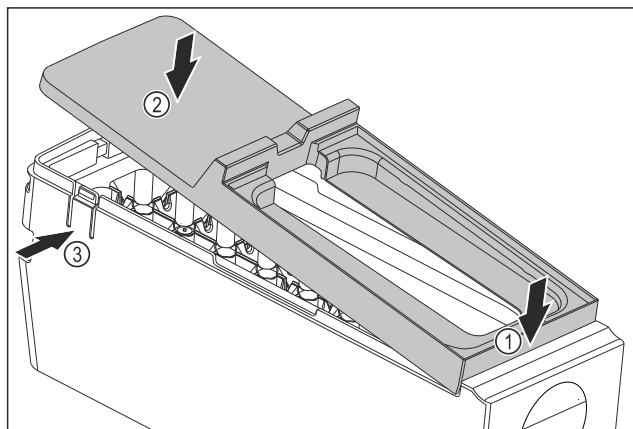

Fig. 92
- ▶ Montaż osłony korpusu EasyTwist-Ice: Osłonę założyć od przodu. Fig. 92 (1)
- ▶ Opuścić osłonę z tyłu. Fig. 92 (2)
- ▷ Osłona zatrzaskuje się słyszalnie w obu nakładkach Fig. 92 (3).